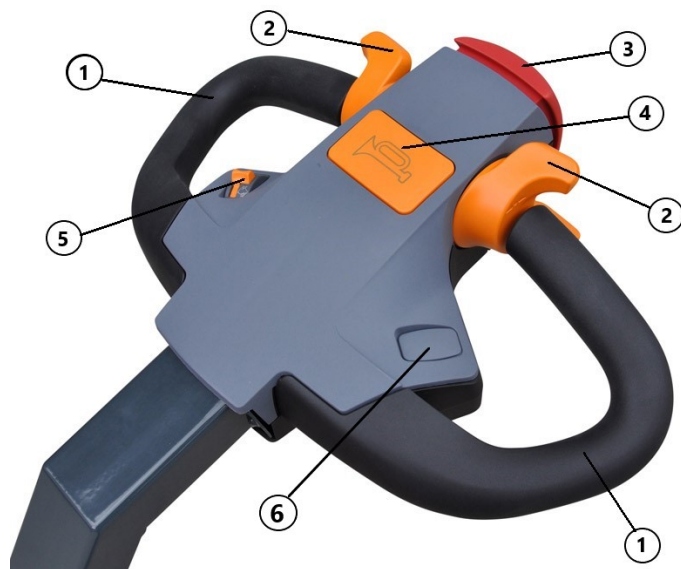

Fig 2. Timon
- contrôler le dispositif homme-mort sur le timon en appuyant sur le bouton-poussoir de sécurité (2, fig. 2),